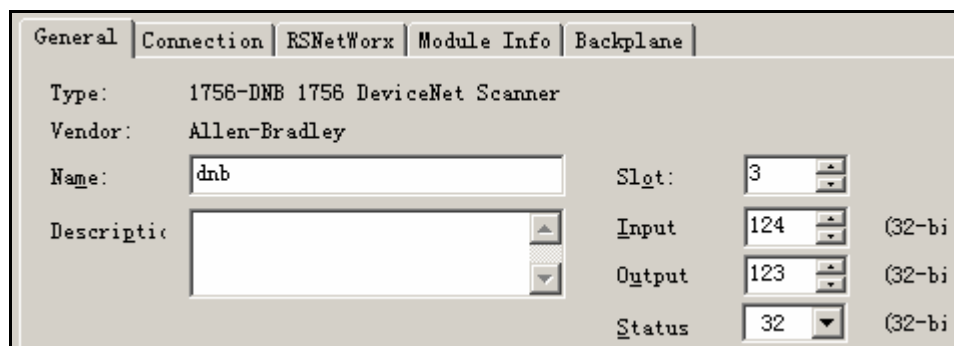

图 3-80 DNB 模块设置
14. 1756-DNB 模块位于 3 号槽, 按照图 3-80 中所示内容填写, 单击完成。